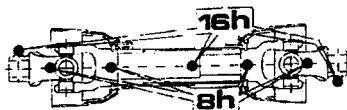

Bild 15
- (b) Stellen Sie sicher, daß zwischen den Rohren und den Schutzvorrichtungen (Bild 15) ein Abstand von ca. 75 mm besteht. Falls dem nicht so ist, schneiden Sie beide Abschnitte mit einer Säge. Entgraten Sie die Schnittstellen anschließend mit einer Rundfeile.